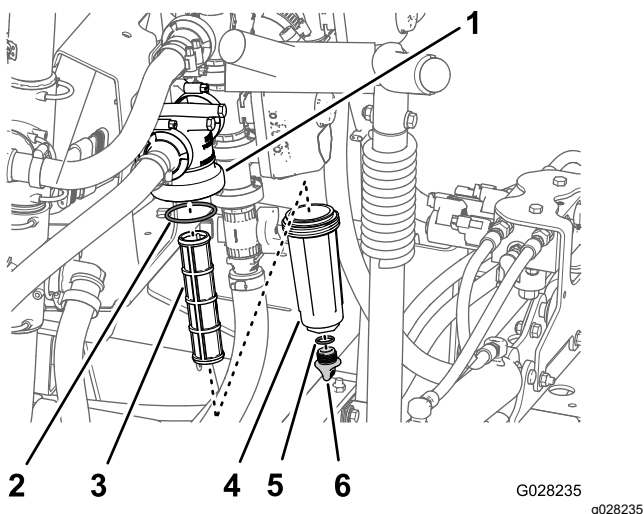

Figure 148
2. Placez un bac de vidange sous le filtre de pression (Figure 148).
3. Tournez le bouchon de vidange dans le sens antihoraire et déposez-le de la cuvette du filtre de pression (Figure 148).
4. Tournez la cuvette dans le sens antihoraire et déposez-la de la tête du filtre (Figure 148).
5. Retirez l'élément du filtre de pression usagé (Figure 148).
6. Contrôlez l'état et l'usure du joint torique du bouchon de vidange (à l'intérieur de la cuvette) et du joint torique de la cuvette (à l'intérieur de la tête du filtre) (Figure 148).
7. Montez le nouvel élément filtrant dans la tête du filtre de pression (Figure 148).
8. Vissez la cuvette sur la tête du filtre et serrez-la à la main (Figure 148).
9. Vissez le bouchon sur la cuvette à la main (Figure 148).